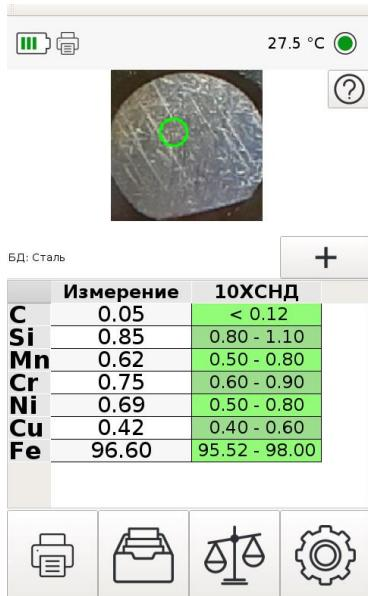

*Рисунок 3 Окно обращения в службу технической поддержки*
- 4.1.6. - кнопка обращения к службе технической поддержки. При возникновении вопроса в процессе измерений, можно отправить спектры измерений с текстовым пояснением через сеть интернет (WiFi). Для этого нажмите эту кнопку со знаком вопроса, ознакомьтесь с порядком отправки данных, заполните поля ввода данных (Рисунок 3) и нажмите кнопку «Отправить». После успешной загрузки данных появится окно с надписью «Загрузка завершена».